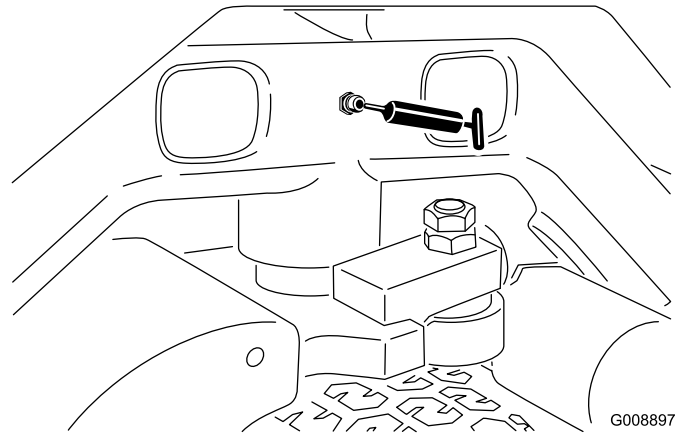

Figura 39
- Pivote de dirección (Figura 39)